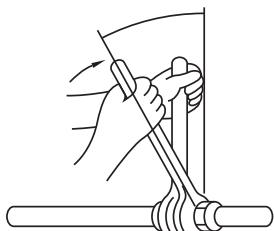

Fig. 5-9
- Kältemittelöl dünn auf die Rohrsitzfläche auftragen. (Fig. 5-9)